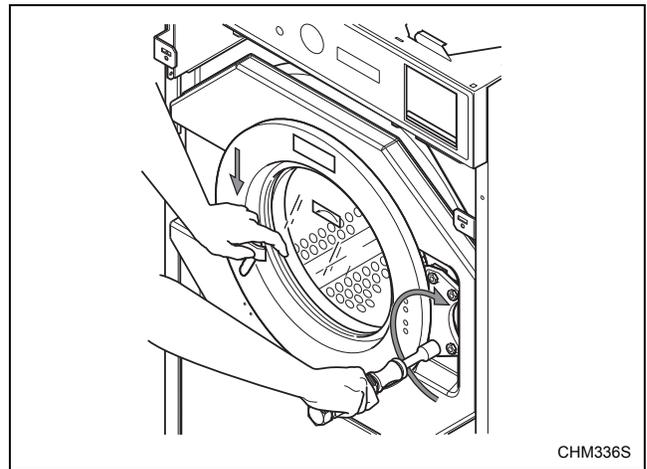

Figura 55
5. Mientras empuja el asidero de la puerta hacia abajo contra el agarre en L, vuelva a apretar las tuercas de las bisagras de la puerta. Consulte la *Figura 55*.